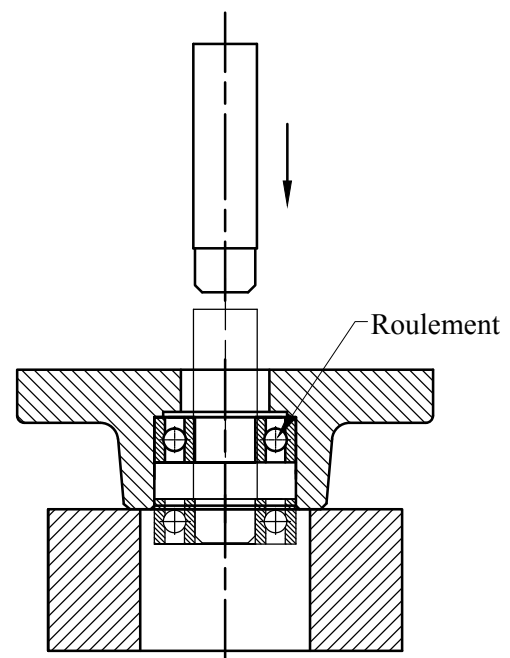

Fig. 4
8. Utilisez une presse d'axe pour presser les roulements du moteur d'air. Reportez-vous sur la figure .4.